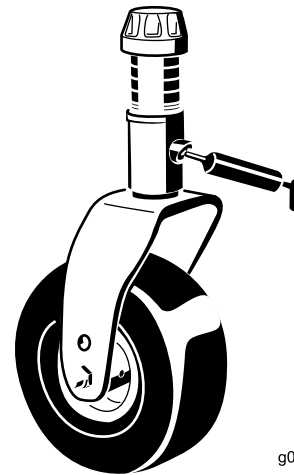

Figure 68
- 1 bague d'axe de chape de roue pivotante (Figure 68)